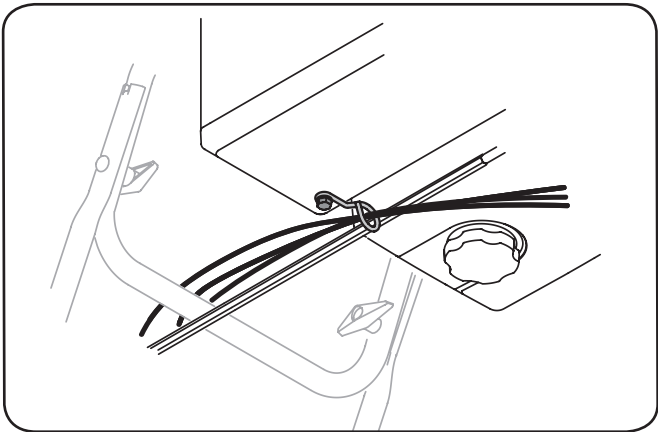

Figure 3-8
- Positionnez les barres de coupe pour qu'elles font face à l'avant comme illustré à la Fig. 3-8. Maintenez-les en place avec la boullonnerie enlevée précédemment, les écrous à oreilles devraient être attachés sur l'extérieur du logement comme illustré.
- Vérifiez que tous les câbles sont acheminés dans le guide sur la droite de la manivelle de commande de la goulotte. Voir la Figure 3-8.